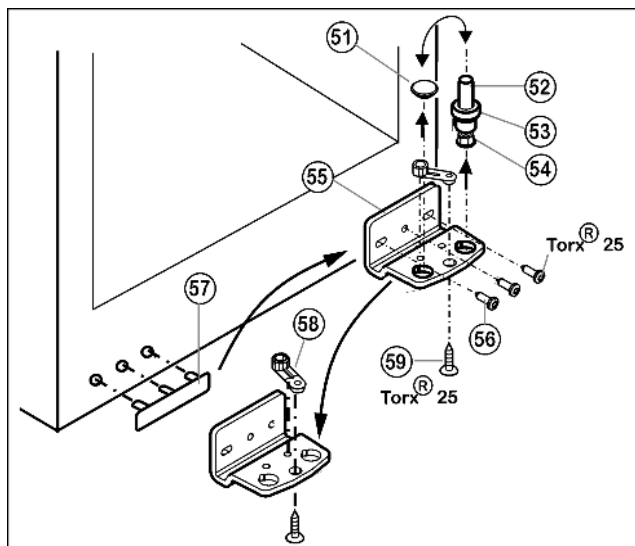

Fig. 14
- Извлеките опорный винт Fig. 14 (52) в комплекте с шайбой Fig. 14 (53) и регулируемой опорой Fig. 14 (54), вытягивая его вверх.
- Снимите пробку Fig. 14 (51).
- Открутите Fig. 14 (56) опорный кронштейн Fig. 14 (55).
- Открутите Fig. 14 (59) опорную деталь Fig. 14 (58) и, переставив в отверстие на противоположной стороне опорного кронштейна, снова прикрутите.
- Осторожно снимите и переставьте на противоположную сторону крышку со стороны ручки Fig. 14 (57).
- Снова прикрутите опорный кронштейн Fig. 14 (55) на новой стороне шарнира (с моментом 4 Нм). При необходимости используйте аккумуляторный шурупверт.
- Переставьте пробку Fig. 14 (51) в свободное отверстие.
- Вновь установите опорный винт Fig. 14 (52) в комплекте с шайбой и регулируемой опорой. При этом фиксатор должен быть направлен назад.